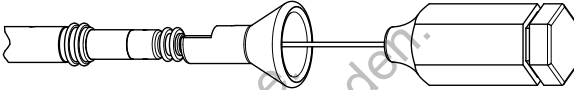

Abbildung 2. Einföhren des Mandrins
3. Führen Sie den gewählten Mandrin durch den Anschlussstift oder die ggf. verwendete Mandrin-Einführhilfe ein (Abbildung 2 Einführen des Mandrins auf Seite 15).